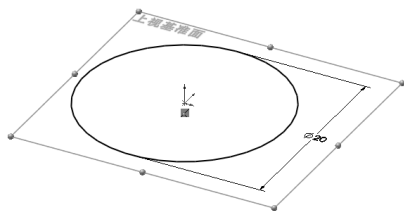

图 3-13 上视基准面上绘制草图
(1) 执行【新建】/【零件】/【确定】命令，新建一个零件文件。
(2) 在上视基准面上绘制草图, 如图 3-13 所示。